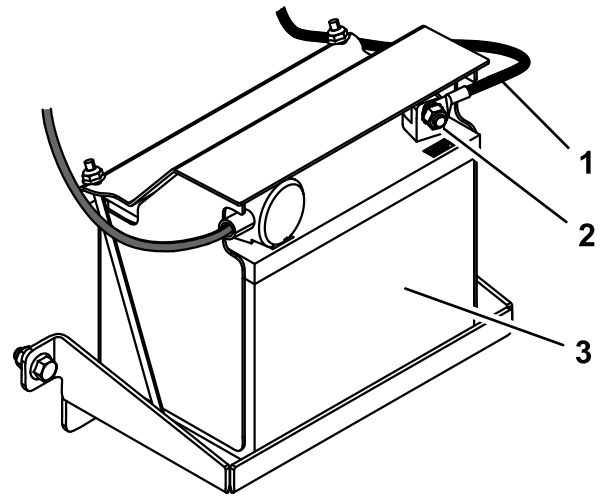

**Figura 4**
2. Sujete el cable del acelerador sobre el mango inferior con una brida (Figura 4).
- Deslice las abrazaderas en el tubo del *Manual del operador* e instálelo sobre el mango inferior con 2 pernos de cabeza ranurado y 2 contratuercas (Figura 4).